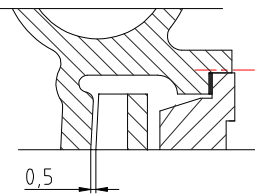

Fig 23
- Contrôler les JEUX devant et derrière la roue; fig 23.